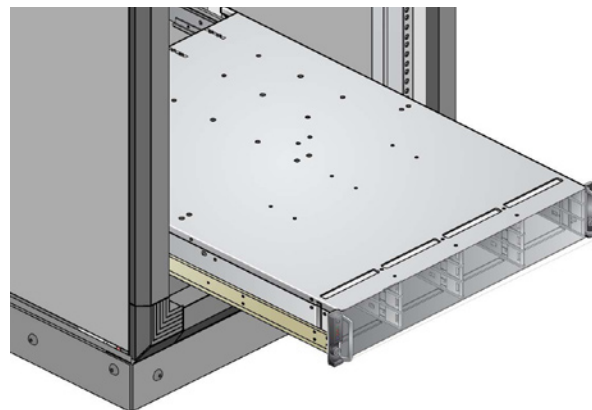

Figure 5 : montage du boîtier dans un rack
4. Montez les boîtiers dans le rack comme suit (voir figure 5) :